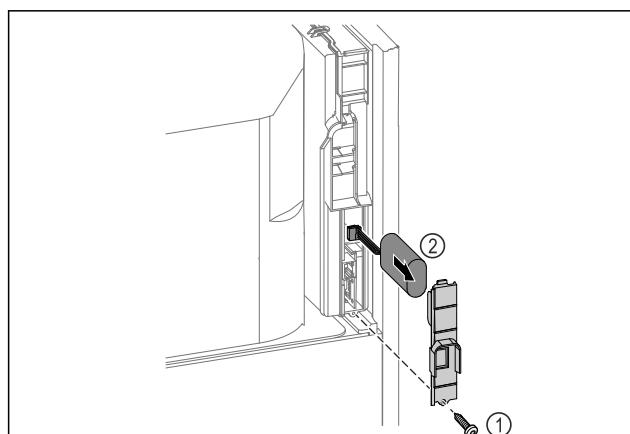

Fig. 219
- Odvijte vijake in odstranite pokrov na zadnji strani naprave Fig. 219 (1).
- Snemite in odstranite baterijo Fig. 219 (2).